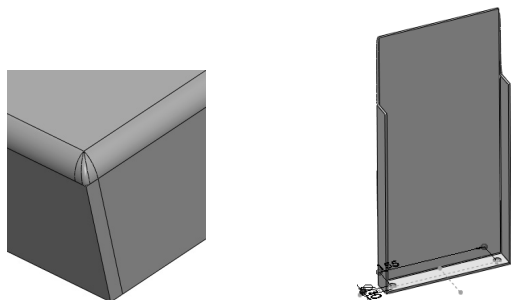

图 6-13 拉伸切除孔操作
STEP 5 在钣金的底边面中拉伸切除出两个孔（草图位于横向边线正中，两个圆孔间相距 155mm，圆孔的大小为 10mm），效果如图 6-13 所示。